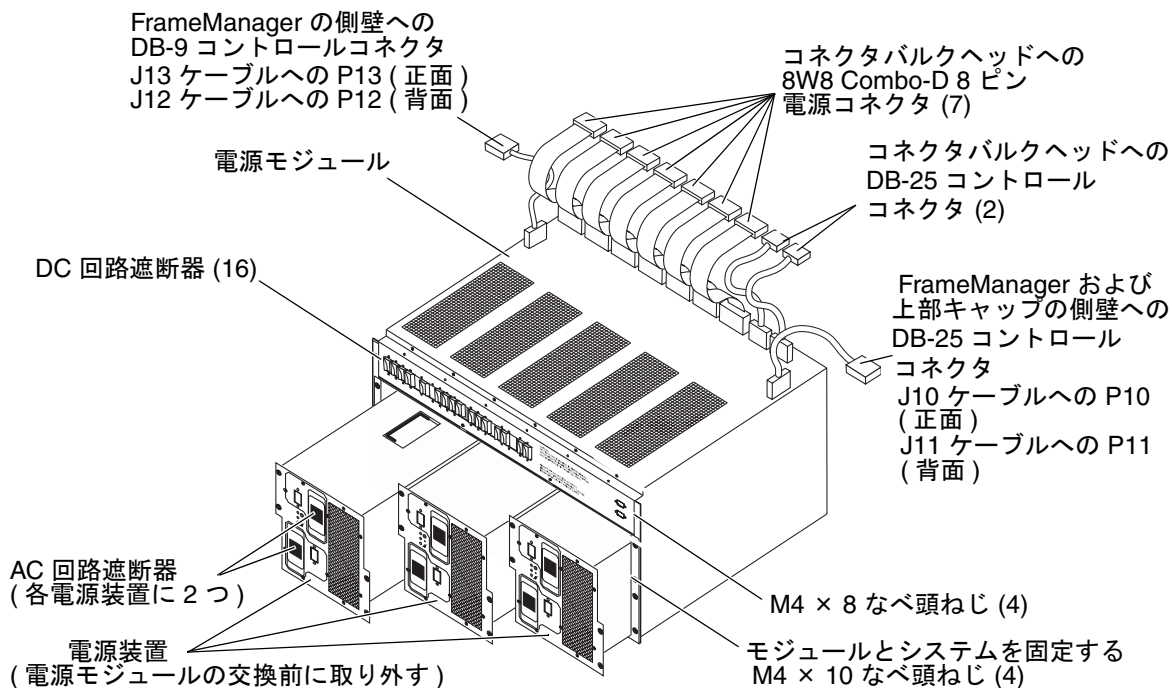

図 3-2 電源モジュール
Sun Fire 15K/12K システムには、2つの電源モジュールが装備されています。各電源モジュールは、3つのホットスワップ可能な電源装置を搭載しています。モジュールは、システムの正面に1つと背面に1つあります。詳細は、図 3-2 を参照してください。
8. 図 3-2 に示すように、電源モジュールの正面の縁とシステムシャーシを固定している 4本の M4 x 10 なべ頭ねじを外します。
3. 図 3-2 に示すように、モジュールとシステムを固定する 4 本の M4×10 なべ頭ねじで、電源モジュールをシステムシャーシに固定します。
4. 図 3-2 に示すように、7つの 8W8 Combo-D 8 ピン DC 電源コネクタ (左側) と 3つの DB-25 コントロールコネクタ (右側) をシステムシャーシの取り付けバルクヘッドに接続し、ジャックねじを手で締めます。